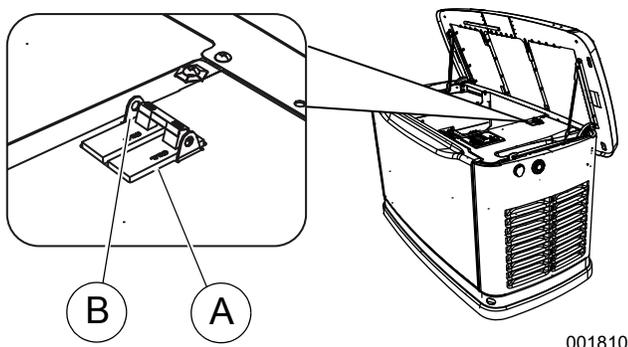

Figure 3-3. Disjoncteur principal
Il s'agit d'un disjoncteur à 2 pôles dont les valeurs nominales correspondent aux caractéristiques techniques de l'appareil. Voir (A) de la Figure 3-3.